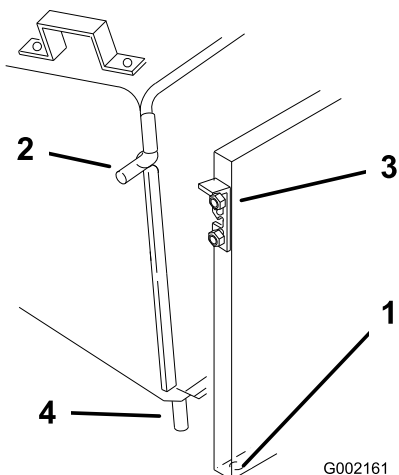

Figure 13
- Insérez les goupilles inférieures de l'armature du système de ramassage dans les trous du panneau arrière (Figure 13).
- Soulevez les verrous et glissez les goupilles latérales de l'armature à l'intérieur (Figure 13).
4. Insérez les goupilles inférieures de l'armature du système de ramassage dans les trous du panneau arrière (Figure 13).
5. Soulevez les verrous et glissez les goupilles latérales de l'armature à l'intérieur (Figure 13).
5. Insérez les goupilles inférieures de l'armature du système de ramassage dans les trous du panneau arrière (Figure 13).
6. Soulevez les verrous et glissez les goupilles latérales de l'armature à l'intérieur (Figure 13).